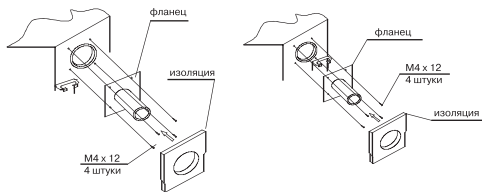

Рис. 30
8. Закрепите фланец и заизолируйте его [Рис. 30]